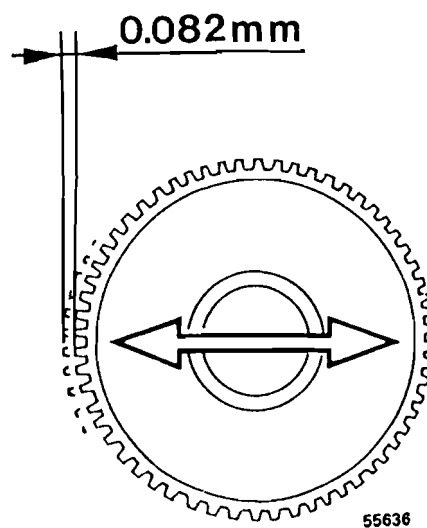

Fig. 174
- 20 El juego entre flancos de todos los piñones no ha de ser superior a 0,17 mm, véase la fig. 174.